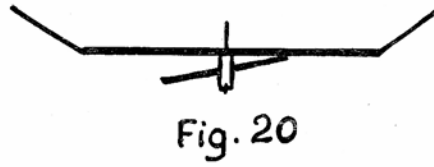

Fig. 20
— gauchir le stabilo par rapport à l'aile. Le virage se produit du côté où le stabilo a été relevé. La figure 20 représentant l'appareil vu de devant, le virage se fera vers la gauche (dans le sens de la marche) ;
f) du stabilo incliné du côté gauche (sens de la marche) par rapport à l'aile (voir fig. 20 montrant la position dans le cas d'un virage à gauche) ;